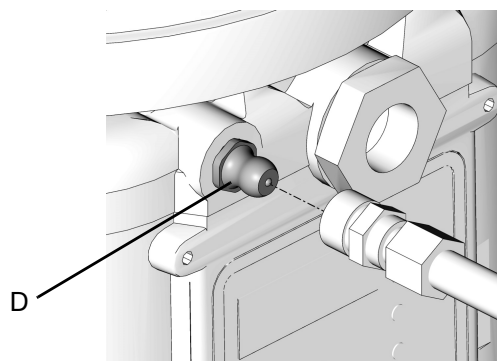

图 22
- 注入液箱前，务必用清洁的干布清洁入口管件 (D)（图 22）。脏污和/或碎屑可能损坏泵和/或润滑系统。